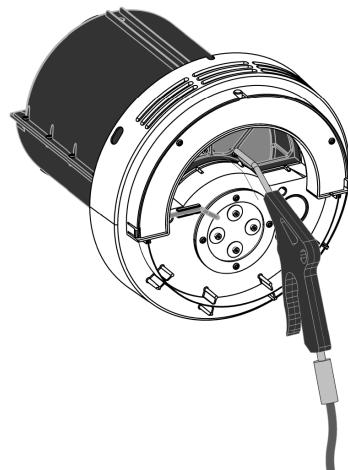

Abbildung 33 - Das Lüftungsgerät vorsichtig mit Druckluft reinigen
- Das Lüftungsgerät auf eine ebene Fläche legen. Die innere Abdeckung entfernen. Das Lüftungsgerät vorsichtig von innen mit Druckluft durchblasen, um es zu reinigen, siehe nachstehende Abbildung 33 oben.